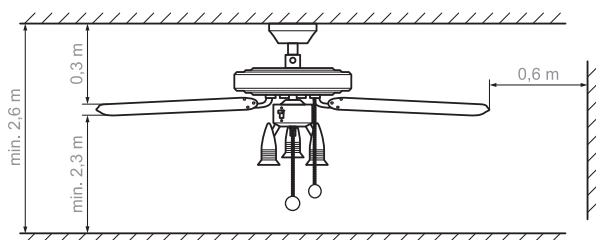

Fig. 1: Minimumafstande til loftsventilatoren
- Vingespidsernes minimumafstand til gulvet skal være på 2,30 m i monteret tilstand. Afstanden mellem vinger og loft skal være på mindst 0,30 m. Afstanden til siderne til vægge eller forhindringer skal være på mindst 0,60 m (se fig. 1).